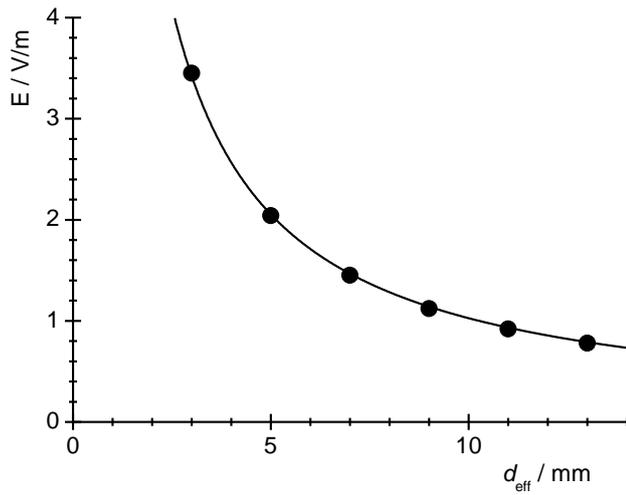
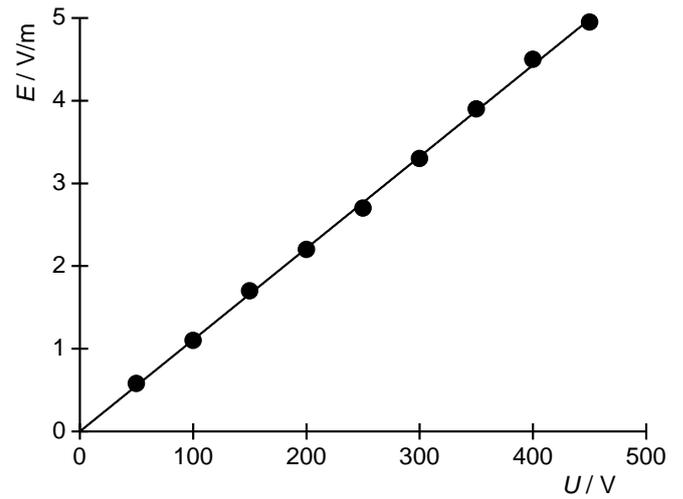

Fig. 3: Campo elettrico nel condensatore a piastre in funzione della distanza effettiva tra le piastre per $U = 100 \text{ V}$.
Fig. 4: Campo elettrico nel condensatore a piastre in funzione della tensione applicata U per $d_{\text{eff}} = 10 \text{ mm}$.
- Rappresentare graficamente le intensità di campo elettrico misurate E in funzione della distanza effettiva tra le piastre d_{eff} (Tab. 2) e della tensione applicata U (Tab. 3) (Fig. 3, 4).
- La dipendenza iperbolica dell'intensità di campo elettrico dalla distanza effettiva tra le piastre (Fig. 3) e la dipendenza lineare dalla tensione applicata (Fig. 4) in base all'equazione (2) risultano confermate.